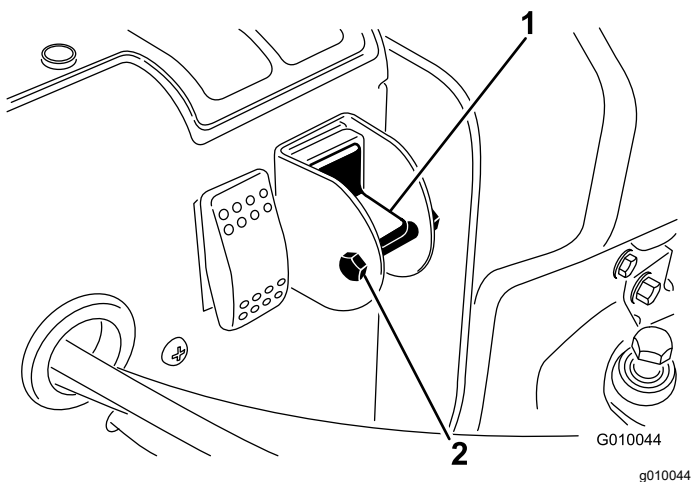

Figura 21
4. Retire el perno de bloqueo y la tuerca del interruptor de selección (Figura 21).